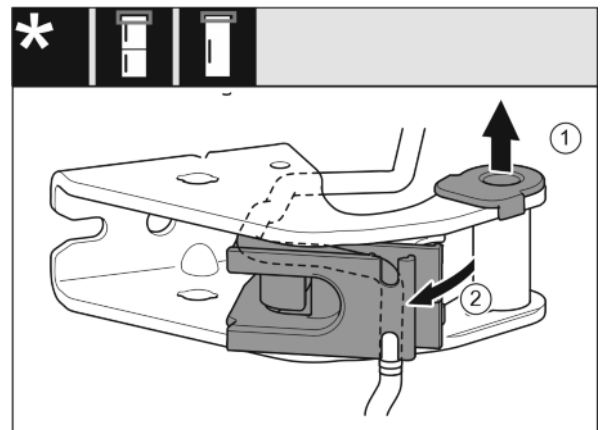

Fig. 21
- ▶ Izvucite čahuru ležaja iz vodilice. *Fig. 21 (1)*
- ▶ Zakrenite držač kabela prema van. *Fig. 21 (2)*